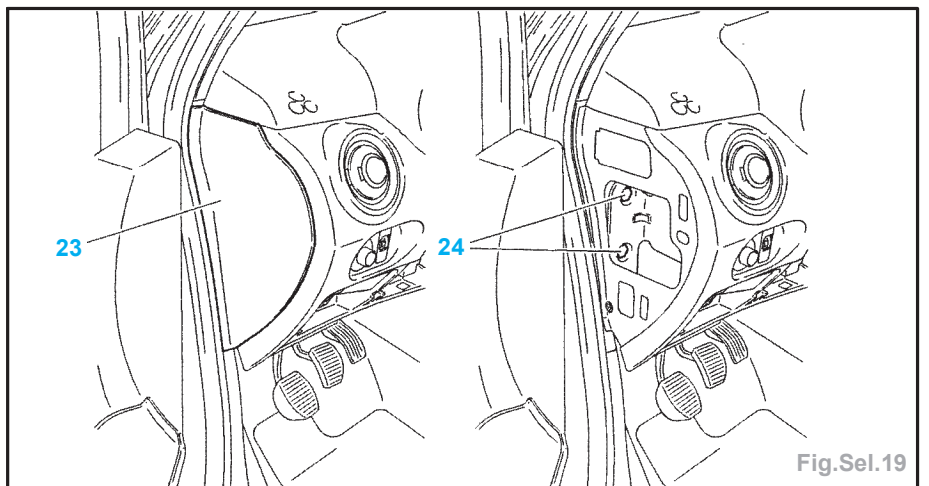

Fig.Sel.19
- Déposer la colonne de direction (18).
- Déposer (Fig.Sel.19) :